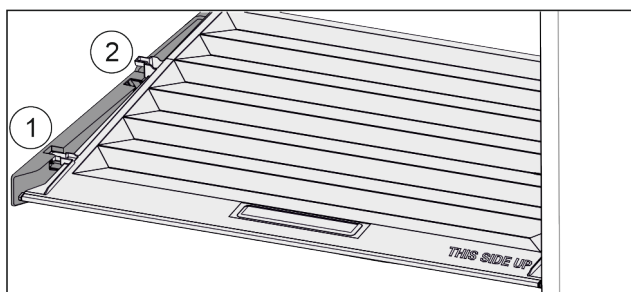

Fig. 48
- ▶ Veko potiahnite dopredu až k otvoru v prídržných dieloch Fig. 48 (1).
- ▶ Vzadu ho nadvihnite zospodu a zložte smerom nahor Fig. 48 (2).